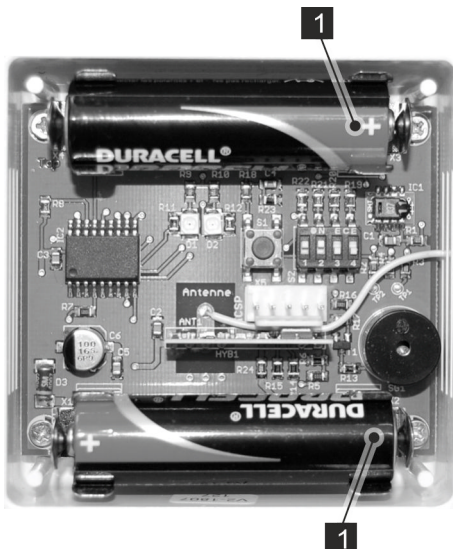

Abb. 8: Batterien einsetzen
2. Mitgelieferte 1,5 V AA-Batterien wie abgebildet einsetzen (Abb. 8/1). Der Plus- und der Minus-Pol sind sowohl auf der Platine als auch auf der Batterie markiert. Die Batterien sind korrekt eingesetzt, wenn diese Markierungen übereinstimmen.